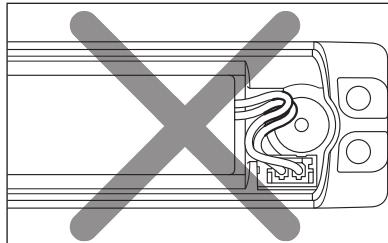

図 17
- ・バッテリコードがねじ穴にかからないようにしてください。カバーが取り付けられない恐れがあります。また、無理にカバーを取り付けると断線の恐れがあります。（図 17）